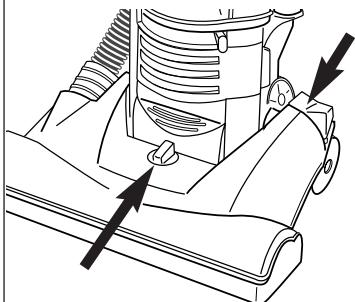
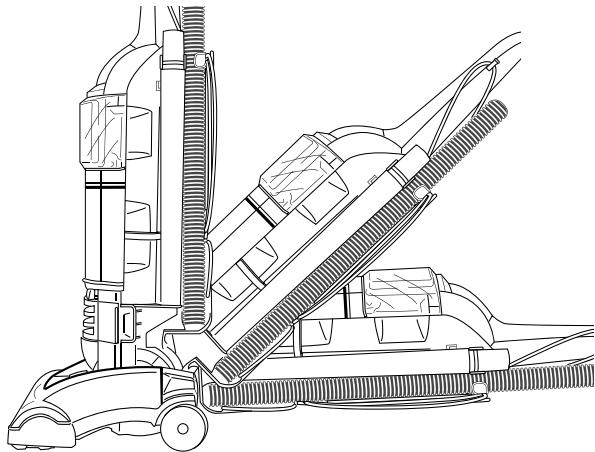

FIG. 8
FIG. 9
Handle Release (FIG. 8). Step on handle release to pull handle back to a comfortable operating position. To lower handle completely to the floor (FIG. 9), depress handle release a second time.
Cleaner Height Setting. An adjustment that raises or lowers the cleaner base to match the type of floor surface. With the cleaner cord unplugged, set the adjustment to lowest setting for maximum carpet cleaning. **If the cleaner is difficult to push, move adjustment to next highest setting until cleaner is comfortable to push.** The brushroll must reach the carpet for effective cleaning. For ease in moving the adjustment knob, place handle in operating position and tilt cleaner back to remove weight from front wheels (FIG. 8).
Déclencheur du manche (FIG. 8). Appuyez avec le pied sur le déclencheur afin de mettre le manche à une position confortable d'opération. Pour abaisser complètement le manche jusqu'au sol (FIG. 9), appuyez sur le déclencheur une deuxième fois.
Réglage de la hauteur de l'aspirateur. Une opération qui permet de monter ou d'abaisser l'aspirateur selon le type de moquette. Après avoir débranché l'aspirateur, mettre le bouton de réglage à la position la plus basse pour un nettoyage maximum de la moquette. **Si l'aspirateur est difficile à pousser, choisir une position plus haute, jusqu'à ce que l'aspirateur se déplace facilement.** Il faut que le rouleau-brosse soit en contact avec la moquette pour un nettoyage efficace. Pour bouger facilement le bouton de réglage, mettre le manche en position « Marche » (ON) et incliner l'aspirateur vers l'arrière pour déplacer le poids des roues avant (FIG. 8).
Palanca para liberar el mango (FIG. 8). Pise la palanca para liberar el mango a fin de jalar el mango hacia atrás a una posición que le resulte cómoda. Para bajar el mango completamente hasta el suelo (FIG. 9), pise una vez más dicha palanca.
Teniendo desenchufado el cordón de la aspiradora, coloque el regulador en su posición más baja para obtener una limpieza máxima. **Si resulta difícil empujar la aspiradora, ponga el regulador en la posición siguiente hasta que le resulte cómodo empujar la aspiradora.** El cepillo circular debe tocar la alfombra para lograr una limpieza eficaz. Para facilitar mover la perilla reguladora, coloque el mango en la posición de operación e incline la aspiradora hacia atrás para quitar el peso de las ruedas delanteras (FIG.8).